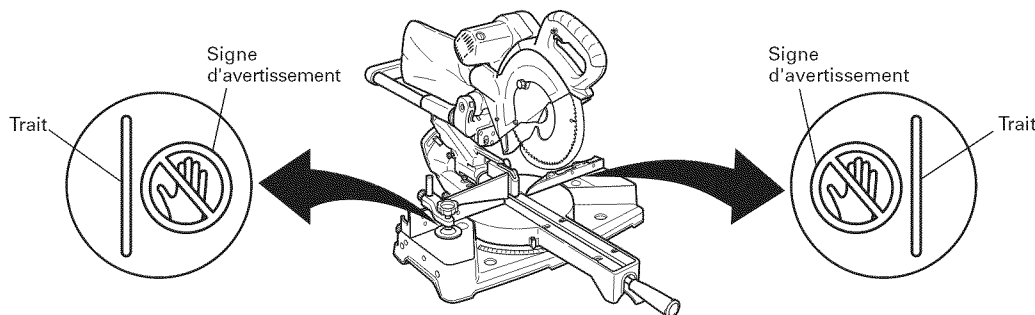

Fig. 24
- * Ne jamais amener les membres à l'intérieur de la ligne à côté du signe d'avertissement pendant que l'outil fonctionne. Cela pourrait être dangereux (voir Fig. 24.).